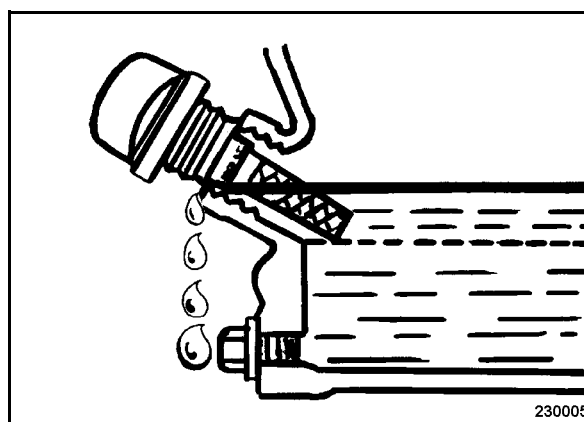

рис. 41
- Вывинтить указатель уровня масла (рис. 41), вытереть неворсистой, чистой тряпкой.